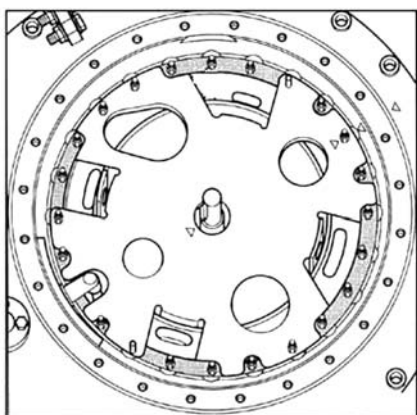

图 15
(3)拆下切换开关本体支撑板(无红色区域)上的紧固螺母(5-M8 螺母, 13 号扳手, 图 15)。